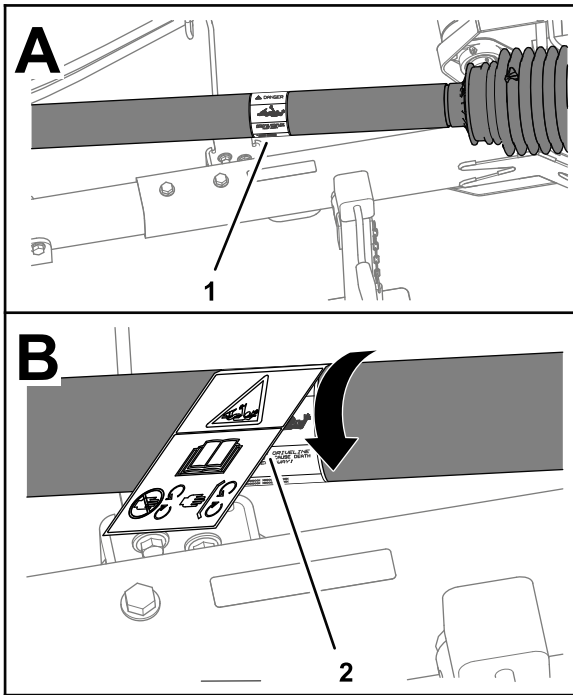

図 3
4. 既存の巻き込まれ警告デカルの上からCE 用巻き込まれ警告デカルを貼りつける 図 3。